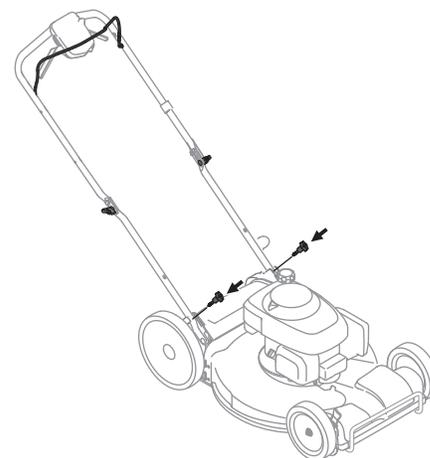

Figure 2-3
6. À l'aide des boulons à oreilles (a) retirés à l'étape 2, fixez la partie inférieure du guidon aux supports. Voir Figure 2-3.